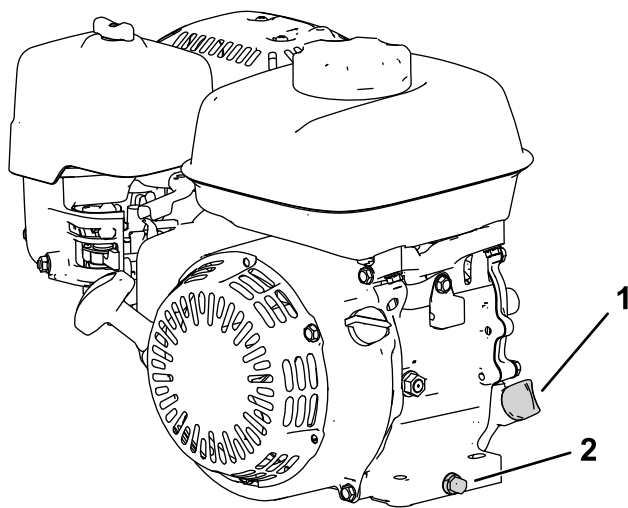

図 29
2. エンジンが水平になるように駐車し、オイル補給口の周囲をきれいに拭く 図 29。
3. ドレンプラグ、ワッシャ、ディップスティックを外す図 29。